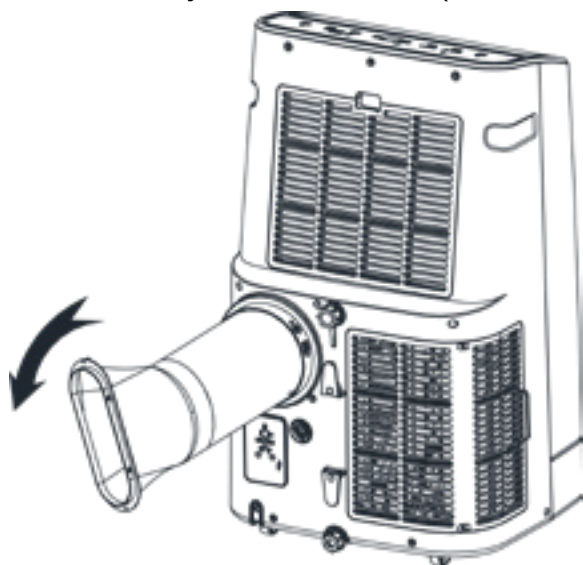

Figure 1
1.1 Instale el conjunto del tubo de calor (como se muestra en la Fig. 1)